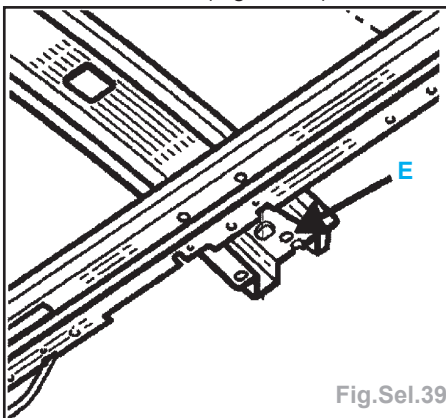

Fig.Sel.39
- A deux personnes, repositionner l'ensemble puis remonter les vis (A) (M5 tête hexagonale de 8) puis (D) (vis M8) de chaque côté sans les bloquer.
- Centrer le toit à l'aide de deux piges (Ø10) dans les trous (E) situés en extrémité de traverse (Fig.Sel.39).